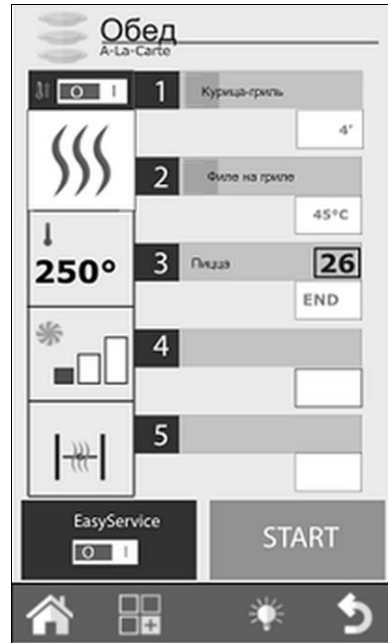

Рис. 34
- Нажать на пустой уровень и выбрать подпрограмму под названием „Противень“ (27, Рис. 34).